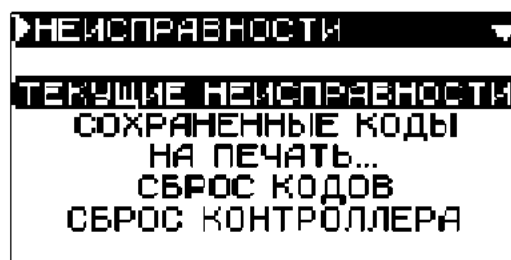

Рис. 22 Меню НЕИСПРАВНОСТИ
4.4.4 Меню **НЕИСПРАВНОСТИ** показано на рис. 22.